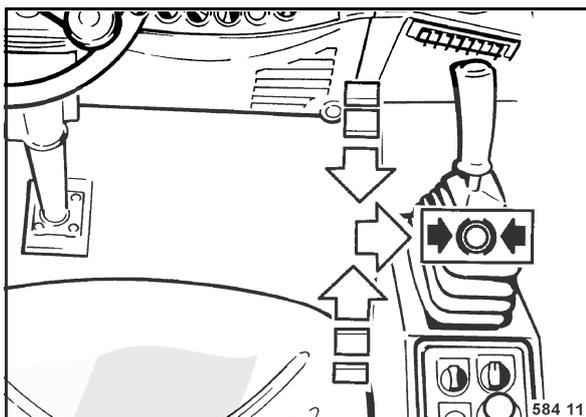

fig. 33
- Vérifier si le levier de commande de la marche (fig. 33) est enclenché vers la droite sur position de freinage.